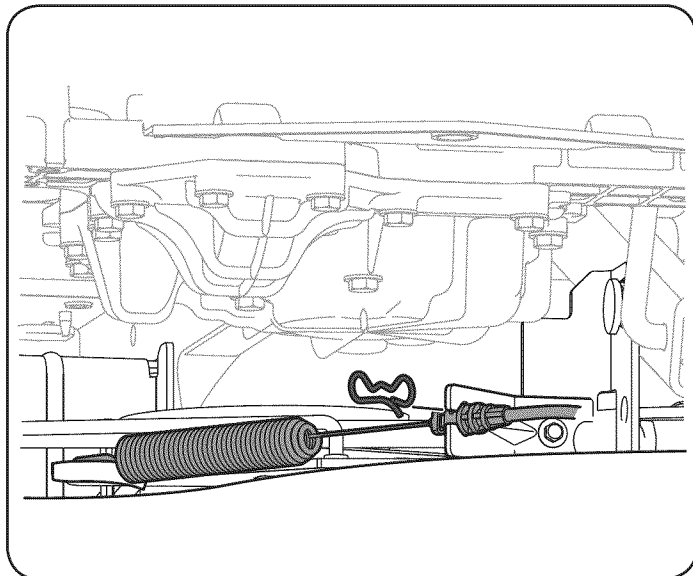

Figura 22
- f. Trabajando en el lado derecho del tractor, inserte una llave de trinquete de 3/8", regulada para ajustar, en el orificio cuadrado del soporte intermedio. Vea la Figura 22.
7. Tire del pasador de chaveta hacia afuera de la varilla de elevación delantera de la plataforma que la sujeta a la plataforma. Consulte la Figura 22. Deslice la varilla de elevación de la plataforma fuera del soporte de suspensión frontal.